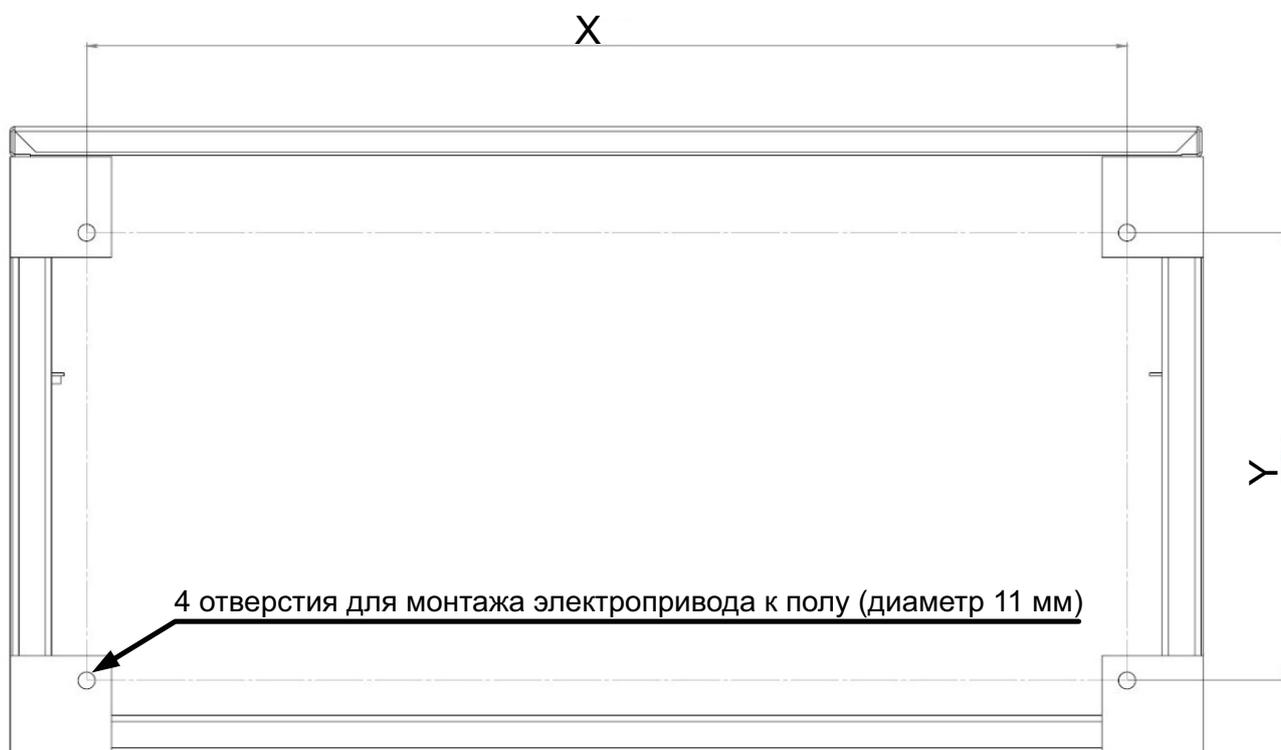

Рисунок 5.24 — Снятие передней панели подставки электропривода
2. Снимите переднюю панель основания (см. рисунок 5.24):